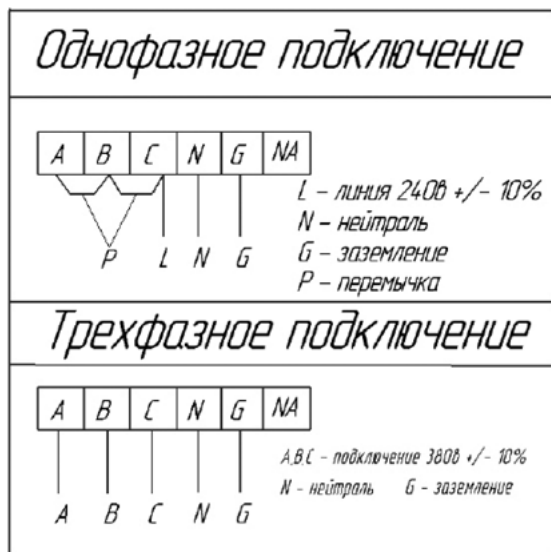

Рис. 4. Схемы подключения электрического котла к электросети.
Подключение осуществляется к однофазной (240В +/- 10%) либо трехфазной (380 +/- 10%) сети согласно схеме подключения, размещенной на оборотной стороне кожуха (см. рисунок 4). Для этого необходимо: (1) снять кожух, выкрутив четыре крепежных винта, (2) завести кабель через штатный гермоввод и осуществить подключение согласно схеме, (3) одеть кожух обратно, закрутить крепежные винты.